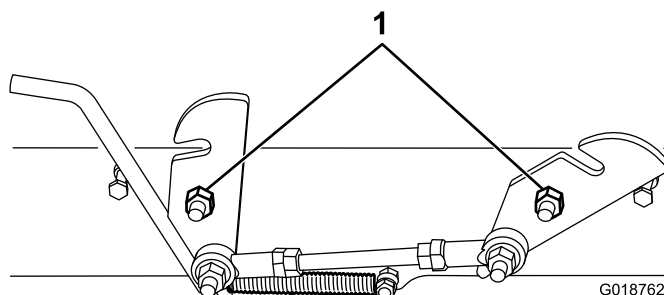

Figure 1
1. Accrochez le ressort au mécanisme d'arrêt (Figure 1).